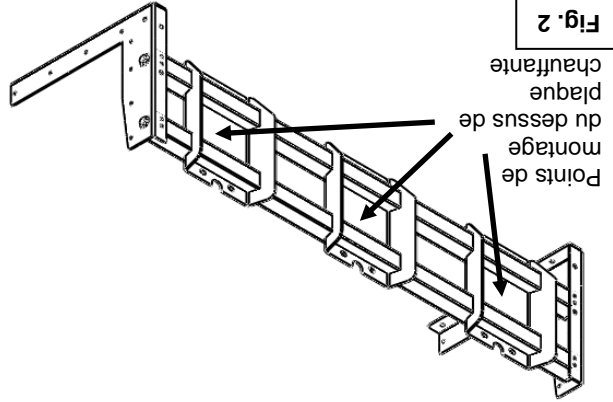

Fig. 2
10. Installez un support de fixation inférieur tous les 60 cm de largeur de plaque, entre les points de montage du dessus de plaque chauffante, s'il y a lieu de croire qu'un support supplémentaire est requis. Les supports de fixation inférieurs doivent être au même niveau que la partie inférieure du châssis du grill et le support de fixation arrière. Au moyen de la mèche de 5/32 po, percez deux trous et fixez la pièce au support de fixation arrière avec des vis 10-24 x 2 po tel qu'illustré à la Fig. 2. Répétez pour chacun des supports requis.
2. À ce stade-ci, le système de support de fixation devrait être complètement assemblé tel qu'illustré à la figure 2, les boulons n'étant pour le moment que serrés à la main.